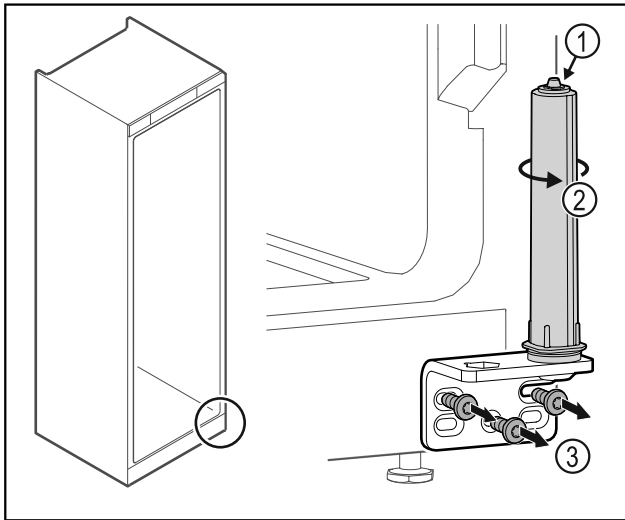

Fig. 39
- Deursluitsysteem niet uit elkaar halen Fig. 39 (1).
- ▶ Sluitsysteem Fig. 39 (2) draaien tot het klikt.
- ▶ Scharnierhoek Fig. 39 (3) losschroeven.